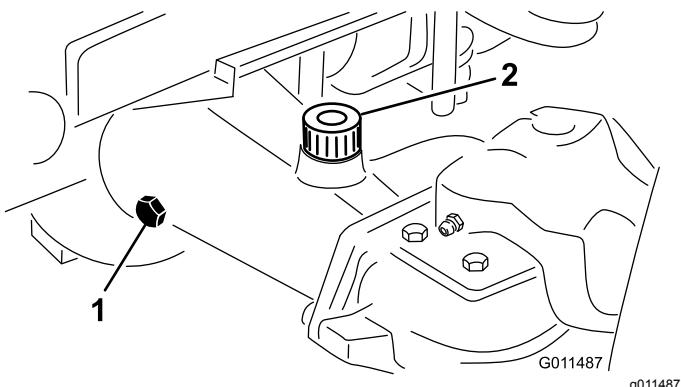

Figura 84
- Retire o tampão de verificação que se encontra numa das extremidades do eixo e certifique-se de que existe lubrificante até ao fundo do orifício (Figura 84).